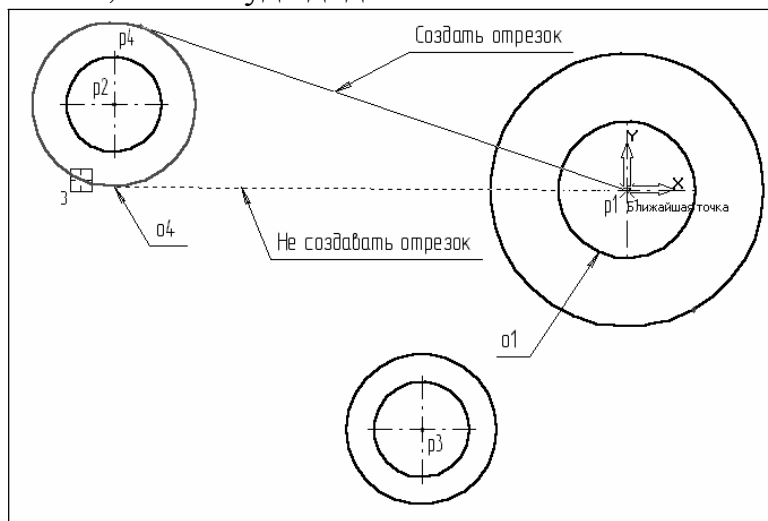

Рис. 3.16.
10. Після виконання побудов видаліть допоміжні прямі за допомогою команди *Видалити – Допоміжні криві і точки*. Побудуйте відрізок $p4$ - $p1$ (Рис. 3.16), який повинен пройти дотикатись до кола $o4$ через центр кола $o1$ (точка $p1$).